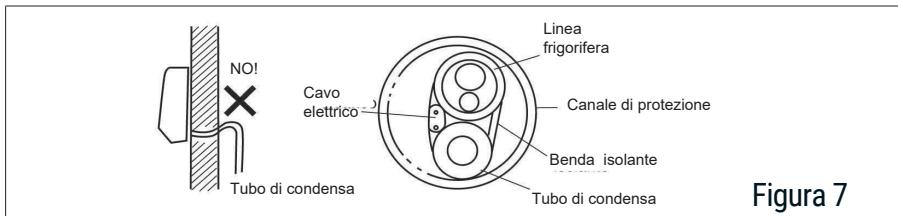

Figura 7
- Evitare innalzamenti nelle linee di collegamento \*Vedi figura 7